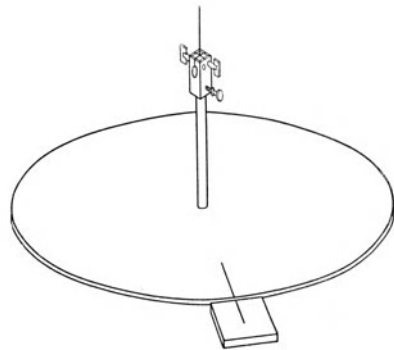

Fig. 95.
b) Schraube die Zwinge an den Wandgalgen, klemme das obere Ende des Messingdrahts zwischen die Backen des Klobens und befestige am untern Ende mit der Klemme die Drillscheibe (Fig. 95). Passe dabei die Länge des Drahts so ab, daß zwischen den beiden Klemmen genau 100 cm eingespannt sind. Stelle, sobald das Drillpendel zur Ruhe gebracht ist, dem Zeigerstrich auf der Scheibe gegenüber ein Papier mit einem Strich so auf, daß beide Striche in einer Geraden liegen. Den Strich auf dem Papier wollen wir die Gleichgewichtsmarke nennen.